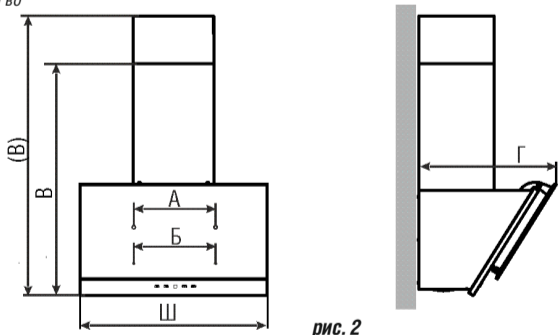

рис. 2
- вверните два самонарезающих винта Ø6x50 мм (размер А, рис. 2);
- навесьте вытяжку через отверстия типа «замочная скважина» и дополнительно закрепите ее двумя самонарезающими винтами Ø6x50 мм (размер Б, рис. 2).